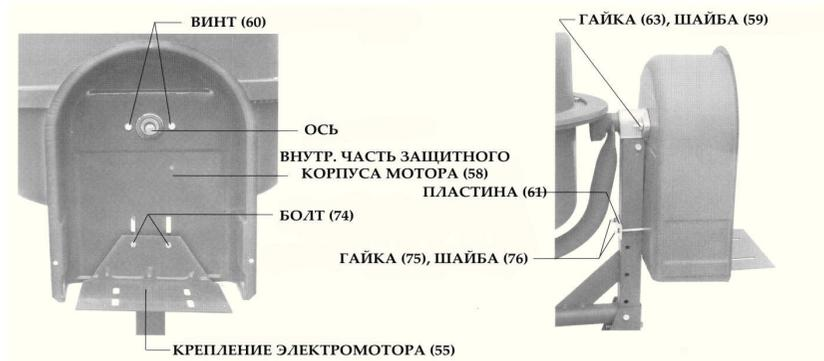
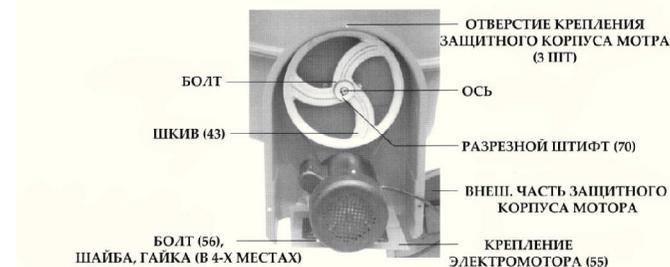

рис. 6
рис. 7
защитного корпуса (58) с помощью болта (74), гайки (75) и пластины (61). Прочно зафиксируйте, как на рис. 6
**Внимание!** Когда мотор (52) установлен, пластина для крепления мотора должна быть отрегулирована по направлению вверх или вниз для натяжения приводного ремня (68).
- установите мотор (52), подключённый кабелем к внешней части защитного корпуса мотора (64), на пластине для крепления мотора (55) (рис. 7).
- закрепите мотор (52) на Пластина для крепления мотора, используя болт (56), шайбу и гайку. Затяните все 4 гайки. Затем мотор можно будет отрегулировать.
- очистите шестерню от защитного материала. также очистите отверстие ведущего шкива (54).
- перемещая мотор вниз, добейтесь предельного натяжения ремня. Допускается опускание пластины (61) за нижний край защитного корпуса (см. рис. 6). Когда требуемое натяжение будет достигнуто, зафиксируйте пластину (61) гайками.
- установите внешнюю часть защитного корпуса (64) и закрепите её с помощью винтов и гаек. Убедитесь, что провод от мотора до выключателя (71) не соприкасается с движущимися частями.